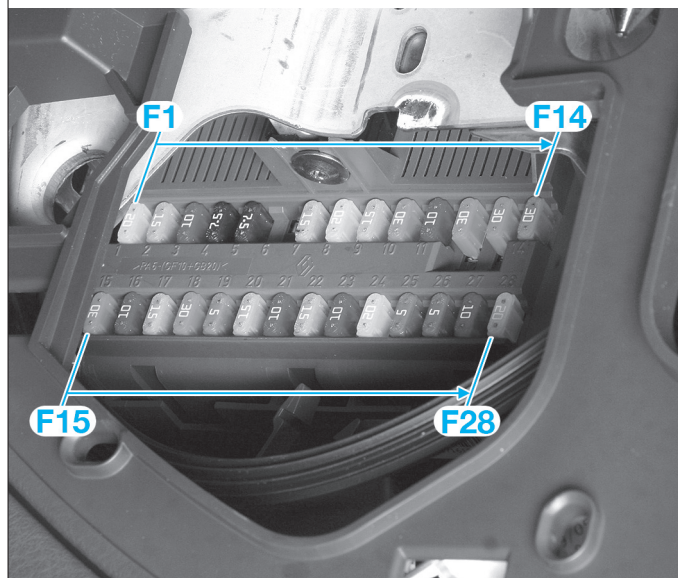

FIG. 3
AFFECTATION DES FUSIBLES HABITACLE (côté conducteur) SUR LE BOÎTIER (260) (FIG. 3)